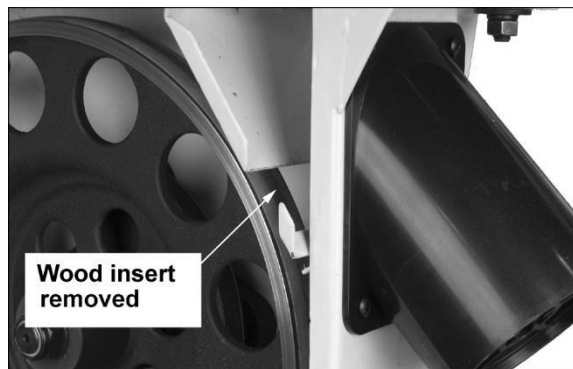

Рис.10
7. Снимите деревянную вставку (рис.10), если она установлена.